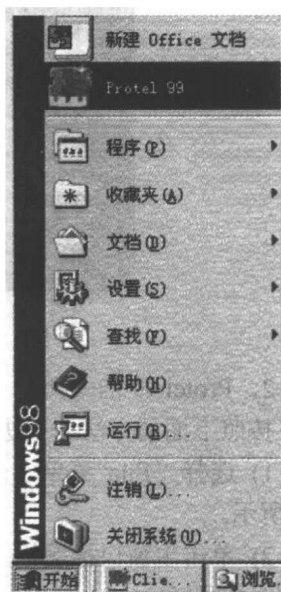

图 1-2 单击“开始”菜单组的“Protel 99”菜单项进行启动
2) 在调出的“开始”菜单组中单击“Protel 99”菜单项, 如图 1-2 所示。系统即可进入设计主窗口。